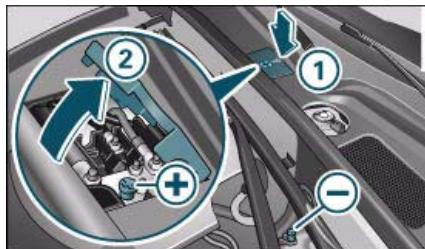

Fig. 214 Compartimento del motor:
- Retire la cubierta ① presionando la flecha ⇒ fig. 214.
- Abra la cubierta ② en el polo positivo.
- Cierre la cubierta ② en el polo positivo y coloque la cubierta ①.